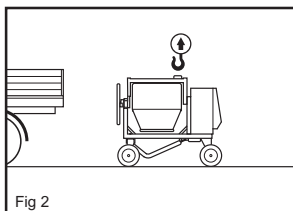

Fig 2
- Rodar a cuba para baixo para o olhal ficar na posição de carga adequada (Fig. 2).